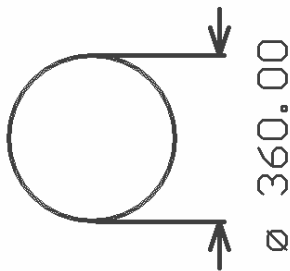

图 7.74 布置的线性直径标注
(3) 在“Linear Diameter Dimension”对话框中设置线性直径标注的属性，单击“OK”按钮。
(4) 在工作区单击需要进行线性直径标注的圆弧或圆，移动光标调整直径标注文本的位置，单击鼠标确定标注文本的位置。
(5) 重复步骤(4)，对其他的圆弧进行标注，标注结束后，单击鼠标右键或者单击“Esc”键，结束线性直径标注操作。布置的线性直径标注如图 7.74 所示。